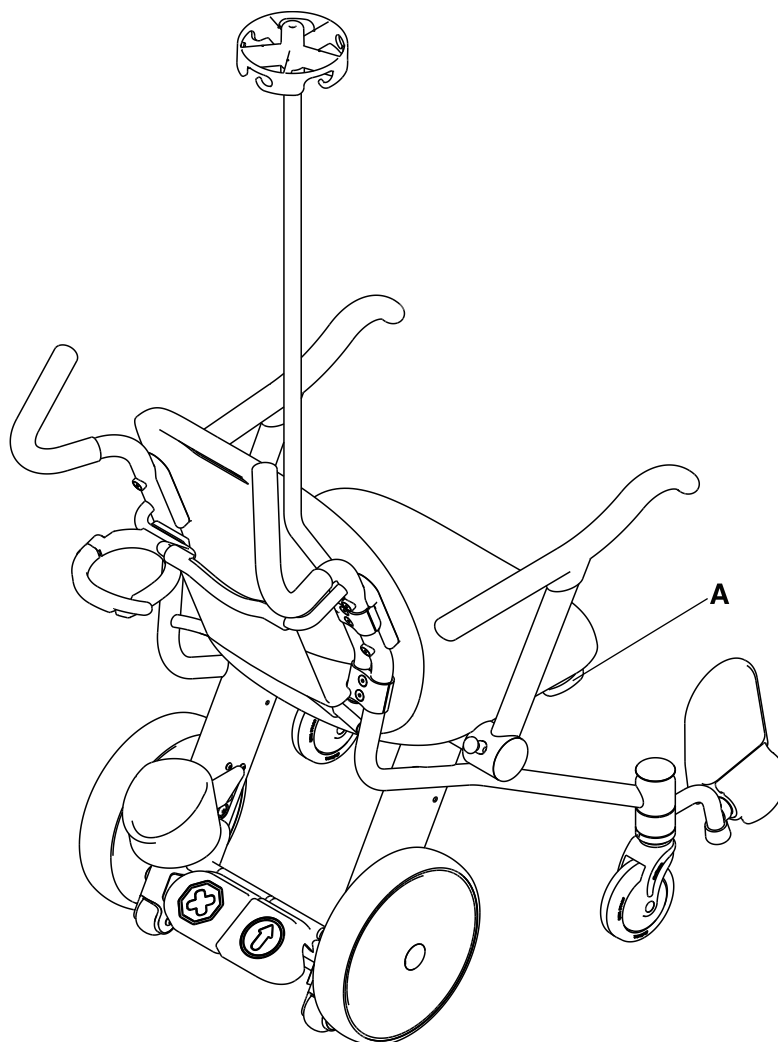

Figura 5-14: Localização do gancho para sacos de Foley
Para fixar um saco de Foley ao gancho para saco de Foley opcional, coloque o gancho do saco no gancho para saco de Foley opcional (A) (Figura 5-14 na página 5-28). Certifique-se de que fixou bem o saco de Foley.